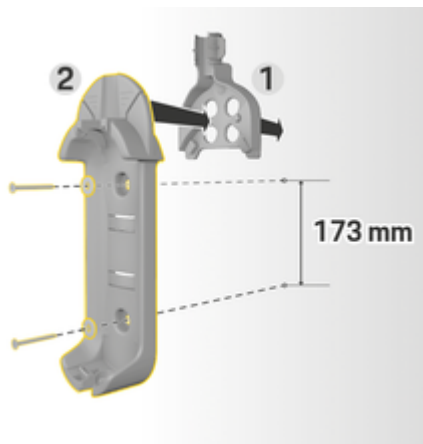

Рис. 116 Розміри отворів
3. Вставте базове настінне кріплення 2 (Рис. 116) спереду в кабельний канал 1 (Рис. 116) і притисніть.